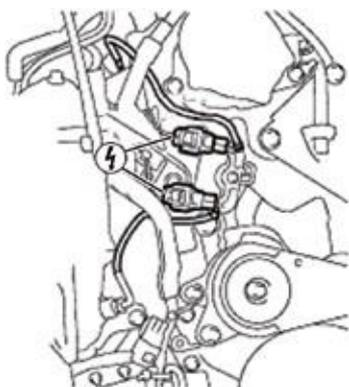

Fig. 38
- **Scollegare i connettori (Fig. 38).**